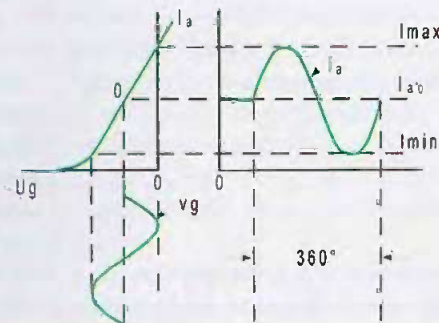

Figure 2 : Amplification en classe A. Le courant circule en permanence tout au long du cycle du signal appliqué à l'entrée
La classe (A) (figure 2) est la classe d'amplification que nous avons utilisée tout au long de nos vingt et un cours. Sa caractéristique principale réside dans le fait que le courant circule en permanence tout au long du cycle du signal appliqué à l'entrée.